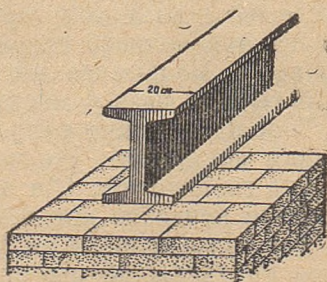

Рис. 31. Дуэтавровöй балка.
12. Мыйö кык тавроа балкаэзлö керöны ылісь да улісь полказэз (рис. 31)?